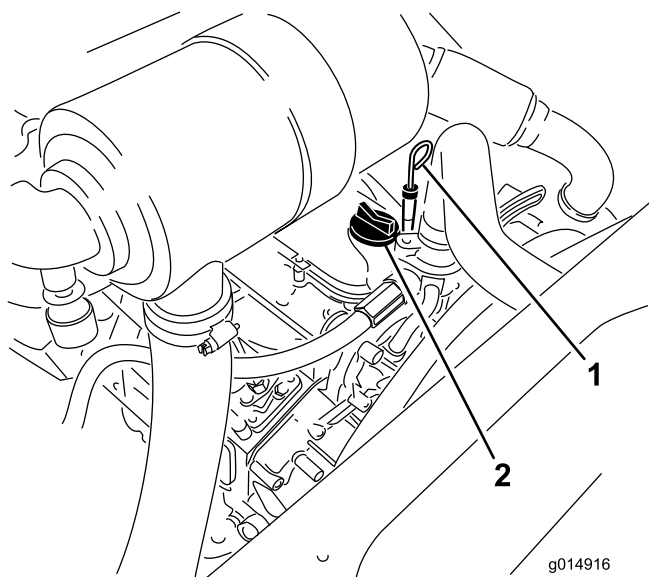

Figura 36
3. Togliete l'asta di livello, asciugatela e reinseritela (Figura 36).
5. Se l'olio non raggiunge la tacca Full, togliete il tappo di riempimento (Figura 36) e aggiungete olio finché il livello non raggiunge la tacca.